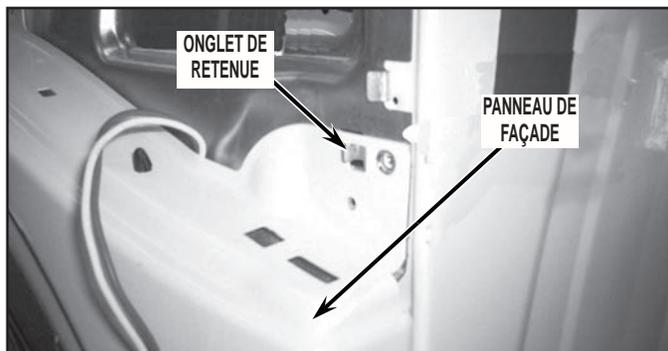

FIGURE 9
12. Séparer le panneau de façade de la sécheuse : soulever le panneau et dégager les onglets de retenue (un de chaque côté) - voir la *Figure 9*.